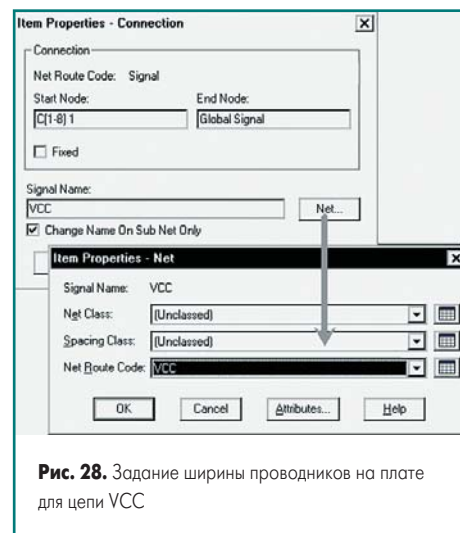

Рис. 28. Задание ширины проводников на плате для цепи VCC
3. В открывшемся диалоговом окне Item Properties — Net в выпадающем списке Net Route Code выберем стиль VCC (рис. 28).